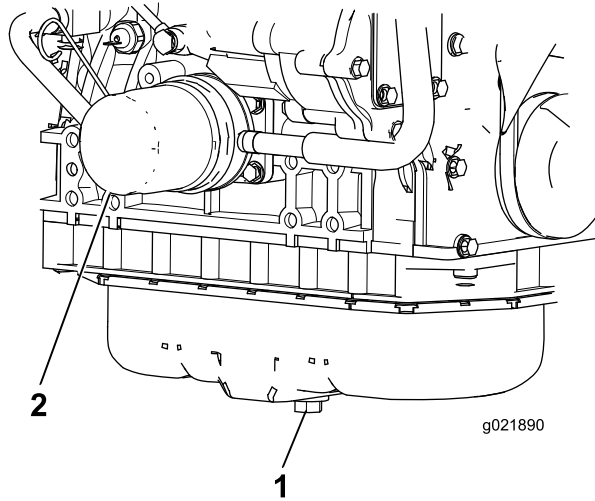

Figure 41
1. Retirez le bouchon de vidange (Figure 41) et faites couler l'huile moteur dans un bac de vidange. Remettez le bouchon en place lorsque la vidange d'huile est terminée.
2. Déposez le filtre à huile (Figure 41). Appliquez une fine couche d'huile propre sur le joint du filtre de rechange avant de le visser en place. **Ne serrez pas excessivement.**